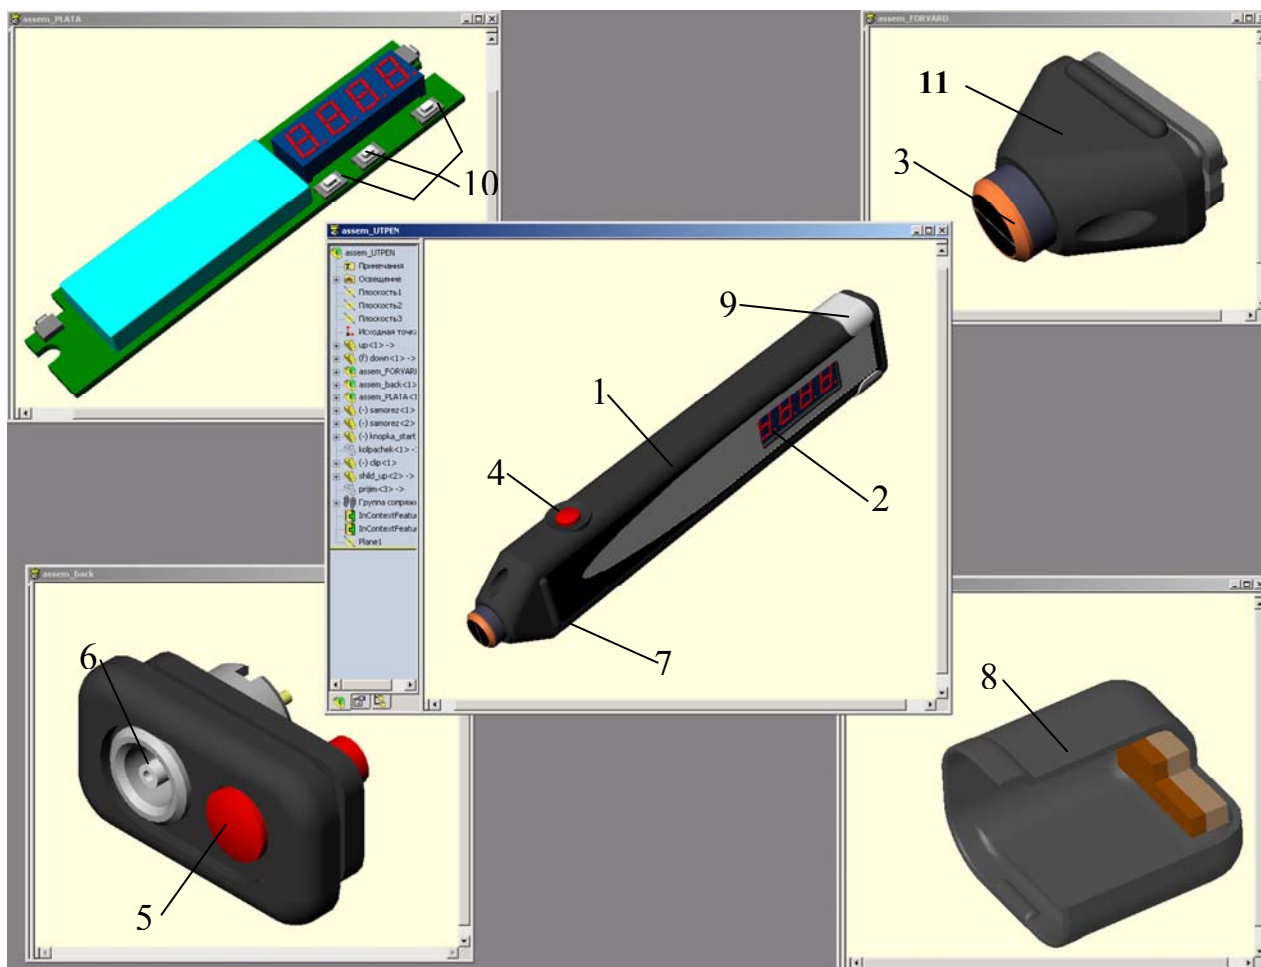

рис. 1.
Ультразвуковые (УЗ) эхо-импульсные толщиномеры **А1207** и **А1207С**, выполненные в виде миниатюрных моноблоков (рис. 1), предназначены:
Заряд встроенного аккумулятора производится через **разъем питания** [6] (рис. 1). Продолжительность заряда аккумулятора составляет около 11 часов. Возможно также питание прибора от внешнего источника, подключаемого к этому же разъему.
Для настройки на скорость ультразвука в материале измеряемого изделия в приборе имеется кнопка **выбора скорости** [5] (рис. 1). В память прибора занесены скорости, часто встречающихся конструкционных сплавов:
**Дополнительные кнопки настройки** [10] (рис. 1) дают возможность перестроить скорость УЗ в диапазоне от 1000 до 9000 м/с с дискретностью 10 м/с и запомнить каждую из этих четырех скоростей. Данные кнопки настройки позволяют пользователю самостоятельно настраивать значения четырех предустановленных скоростей ультразвука под свои контролируемые изделия с их последующим переключением внешней кнопкой **выбора скорости**.